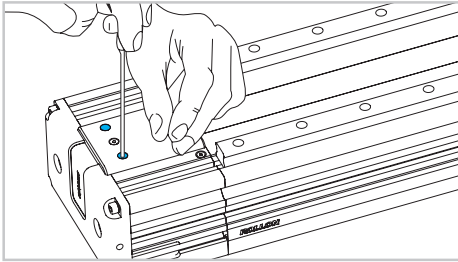

Fig. 4
- 3) Retirer la plaque de la tête folle en desserrant seulement les 4 vis extérieures. (Fig. 4).